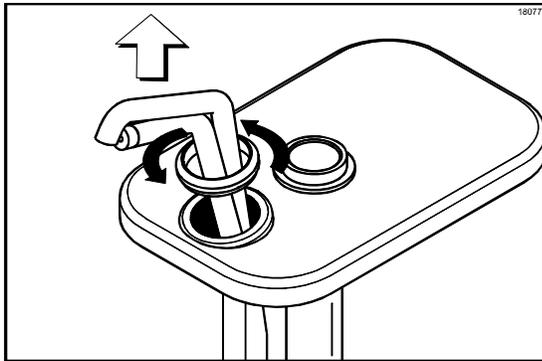

Figura 78
9. Quite la contratuercas del tubo de descarga, girándola en sentido contrario al de las manecillas y luego deslizándola fuera del tubo de descarga. (Vea la figura 78).